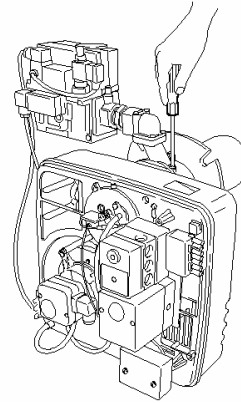

Fig. 20
- Cu șurubelnița desfaceți cele două șuruburi de fixare a capului de ardere (Fig. 20)
- Desfaceți cu ajutorul șurubelniței șuruburile de prindere a suportului duzei (Fig. 20)